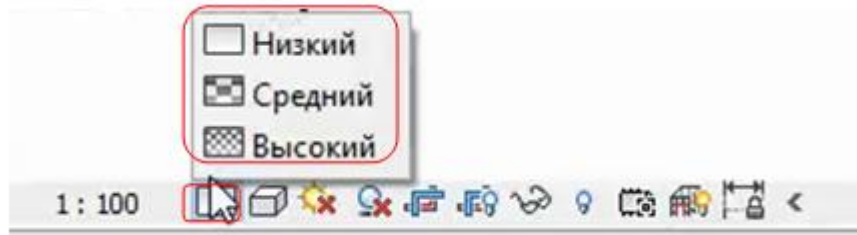

Рисунок 3.26
- **Уровни детализации:** *низкий, средний, высокий* – рисунок 3.26. В зависимости от выбранного уровня мы видим определенную степень детализации у объектов. При этом у загружаемых семейств мы сами можем показывать: что на каком уровне детализации отображать.